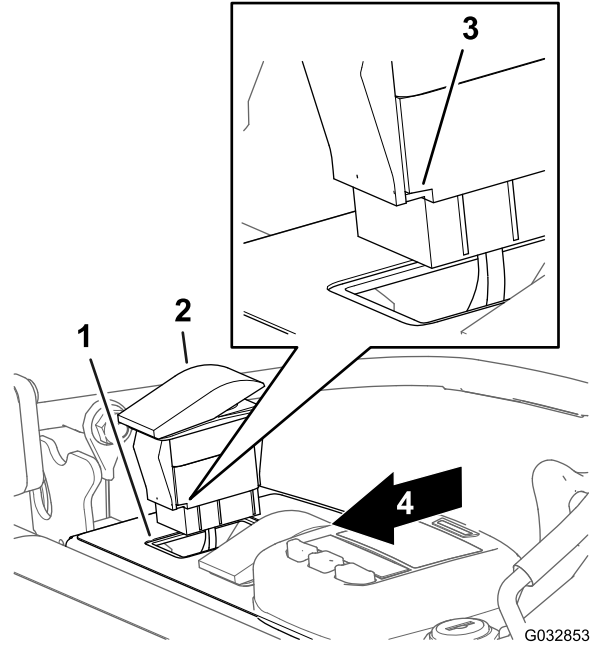

Bild 14
4. Fluchten Sie den Schalter so aus, dass die Kerbe im Gehäuse des Schalters zur Rückseite des Bedienfelds zeigt (Bild 14).
5. Setzen Sie den Schalter in die Öffnung im Bedienfeld ein, bis der Schalter im Bedienfeld einrastet (Bild 14).